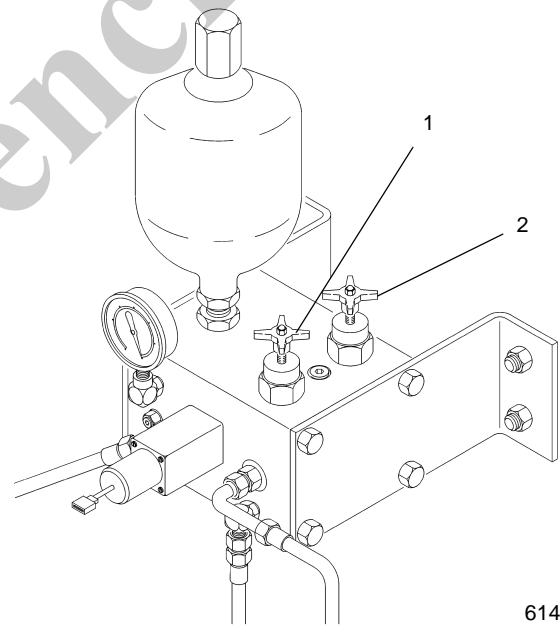

FIGURA 3-15
10. Abra la válvula de alivio del freno de giro (2) girándola en sentido contrahorario.
11. Abra y cierre las válvulas FC1 y FC2, como se muestra en la (Figura 3-15),